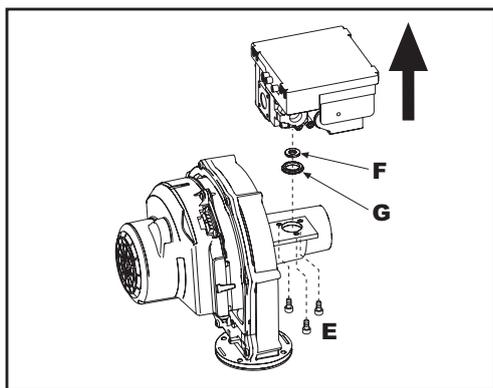
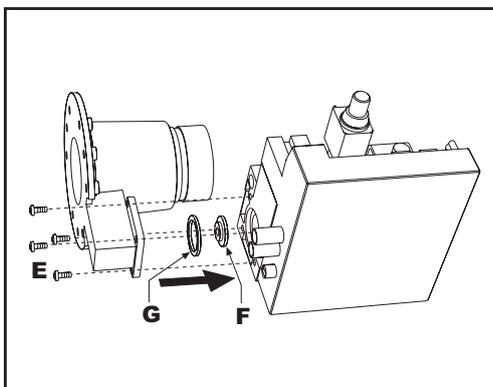

fig. 53 - modelo **ENERGY TOP B 80 - 160**
fig. 54 - modelo **ENERGY TOP B 125 - 250**
7. Desenroscar los tornillos de fijación "E" (fig. 53 modelo **ENERGY TOP B 80 - 160** y fig. 54 modelo **ENERGY TOP B 125 - 250**) y quitar la válvula del gas.
8. Desmontar el inyector "F" (ver fig. 53 para el modelo **ENERGY TOP B 80 - 160** y fig. 54 para el modelo **ENERGY TOP B 125 - 250**) e instalar dentro de la junta "G" el inyector que se incluye en el kit de cambio de gas. Volver a montar los componentes y verificar la estanqueidad.